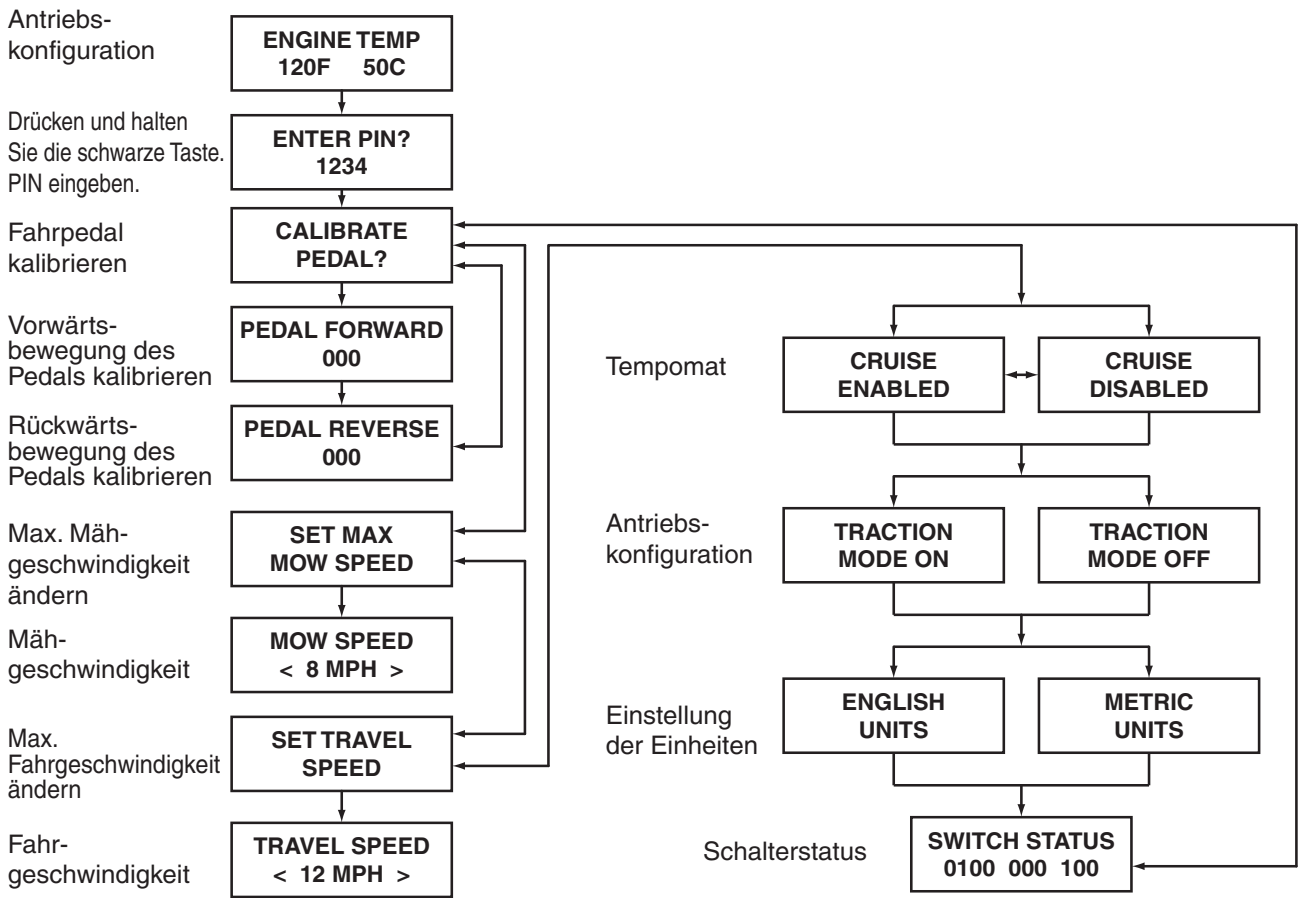

Abb. 3F
1. Jede Schneidvorrichtung vor ihren entsprechenden Hebelarm plazieren. Den Hebelarm anheben und die Schneidvorrichtung so positionieren, daß sich der Kragen (T) mit dem Drehgehäuse (S) in einer Linie befindet. Den Arm vorsichtig auf den Kragen senken. Den Stift (K) durch das Loch im Kragen einschieben, die Befestigungsklemme befestigen (L) und die Kappe (M) anbringen.
2. Die Motoren (N) mit angebrachten Schläuchen zu den Schneidvorrichtungen bringen. Die Keilwellen und Kupplung des Motors reinigen. Schmiere des Typs Moly 2 EP auf die Keilnut der Keilwelle am Schneidzylinder auftragen. Die Montageflächen des Motors gründlich reinigen. Den Motor in das Lagergehäuse schieben. An 5" (127 mm) Schneidzylindern den Motor durch Einschieben von zwei Motorklemmen (O) in die Montagestifte (P) an seinem Platz befestigen, wobei die Schleifen auf die Mitte des Motors hin zeigen. Bei 7" (178 mm) Schneidzylindern den Schlüssel (Q) am Lagergehäuse mit der Hand anziehen.
3. Die Schneidzylinder anheben und die Druckfederstifte (V, Abbildung 3F) anbringen. Wenn sich die Schnitthöhe nicht geändert hat, die Stifte an derselben Position anbringen, an der sie waren, als die Schneidzylinder entfernt wurden.
1. Die Schneidzylinder auf den Boden senken und die Druckfederstifte (V, Abbildung 3F) entfernen. Die Einstellung der Federn notieren.
2. An 5" (127 mm) Schneidzylindern die Motorklemmen (O) entfernen. Bei 7" (178 mm) Schneidzylindern den Schlüssel (Q) am Motorgehäuse lösen. Den Motor ganz aus der Schneidvorrichtung herausziehen.
3. Den Motor und seine Schläuche vorsichtig von der Schneidvorrichtung entfernt abstellen. Um eine Verschmutzung und Beschädigung der inneren Komponenten zu verhindern, den Hohlraum des Lagergehäuses (R) abdecken oder mit einer Kappe schützen.
4. Die Kappe (M) vom Hebelarm entfernen. Die Befestigungsklemme (L) vom Stift (K) lösen und den Stift entfernen.